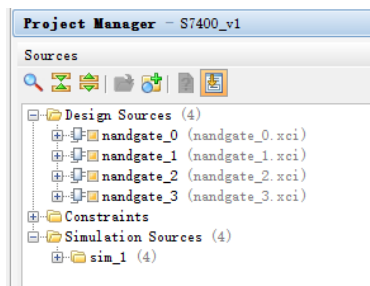

图 2-73 引入四个与非门 IP 核到项目中
d) 用 c)的方法,再向项目中添加三个与非门的 IP 核,分别称为 nandgate_1, nandgate_2, 和 nandgate_3。如图 2-73 所示。